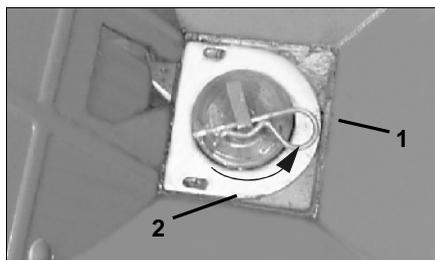

Fig. 42
- retirez la goupille Beta (Fig. 42/1).
- enlevez le doigt (Fig. 42/2) de l'agitateur.
- Replacez la goupille Beta (Fig. 42/1) en la positionnant impérativement dans le sens contraire à la rotation (Fig. 42/2) (l'illustration présente le côté droit de la machine, vu dans le sens de l'avancement).